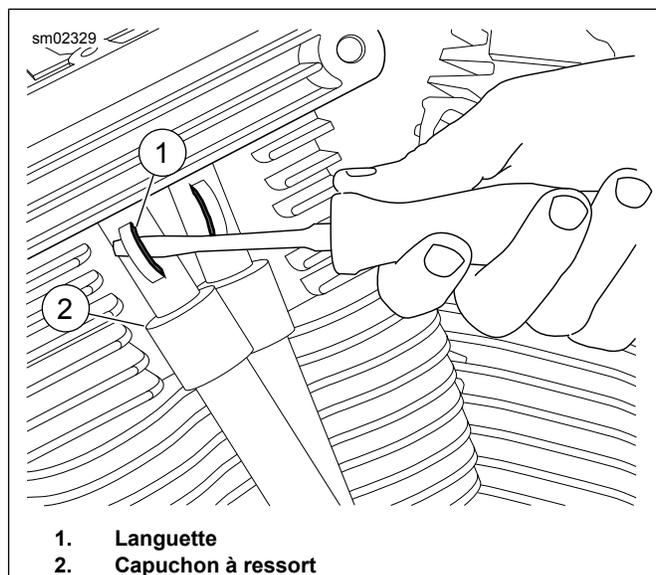

Figure 2. Retrait de la pièce de retenue du capuchon à ressort
- a. Voir la figure 2. Insérer la lame d'un tournevis dans la languette (1) du dispositif de retenue du capuchon à ressort.
- b. Tout en poussant le capuchon à ressort (2) vers le bas avec un outil spécial, tourner la partie inférieure de la pièce de retenue vers le côté extérieur.